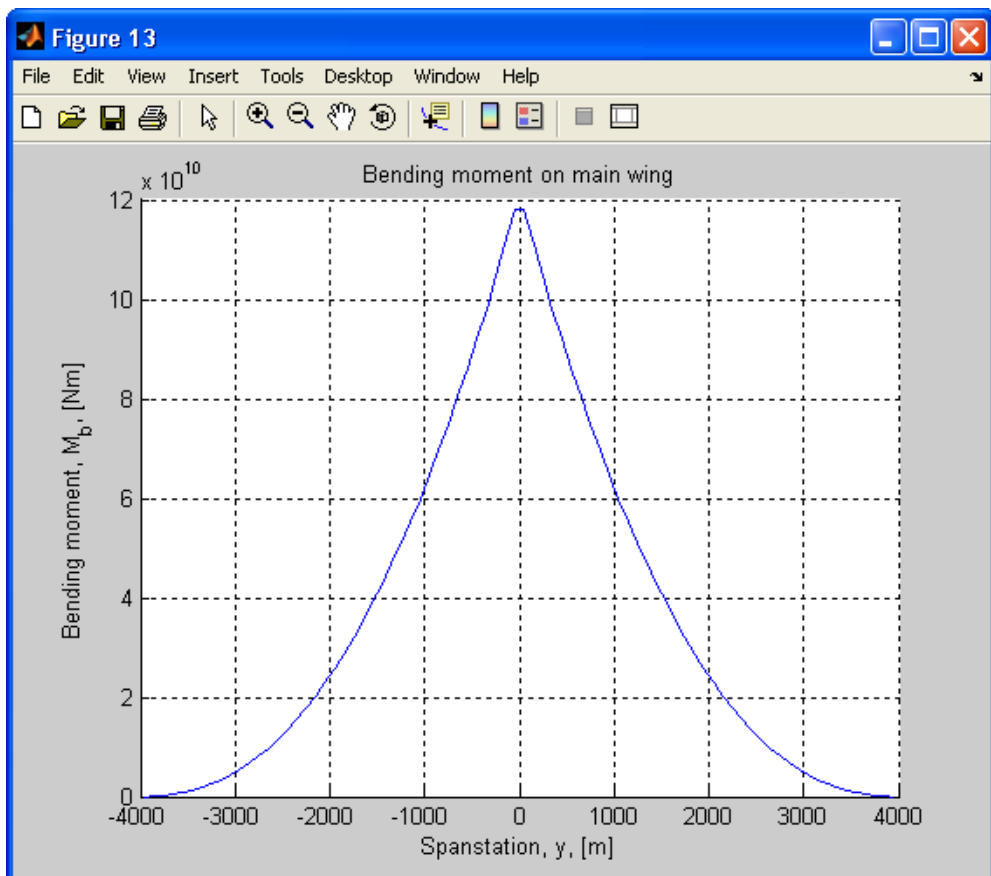

Рисунок 1.17 - Распределение изгибающего момента
6. Распределение изгибающего момента по размаху (см. Рисунок 1.17).